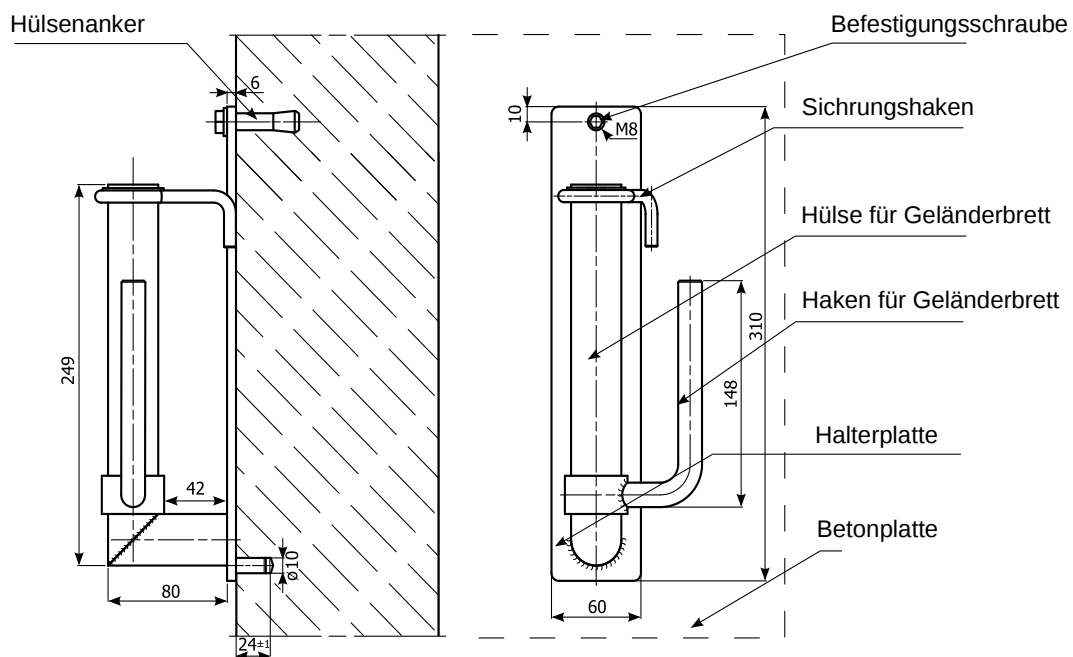

Abb. 21. Halter für Liftschächte
1.3.19. Halterung für Liftschächte (Abb. 21)